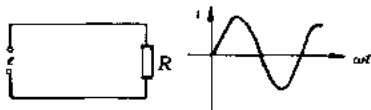

图 1-2 交流电
(2) 正弦交流电：在电力生产中，所有交流发电机发出的电压或电流都是随时间按正弦规律变化的，这样的交流电称为正弦交流电，简称交流电，如图 1-2 所示。
(3) 频率：交流电每秒完成的周数叫频率，用符号“ f ”表示，单位是赫兹 (Hz)，简称赫。它的大单位是 kHz (千赫) 和 MHz (兆赫)。我国大陆电力供电的频率为 50Hz，称为工频。